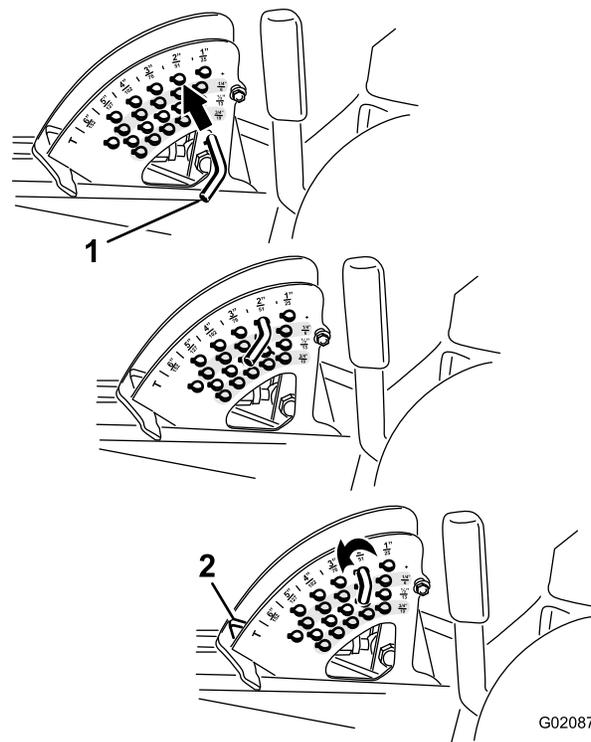

Figura 26
2. Rode o pino de bloqueio até que o pino do mesmo fique alinhado com as ranhuras nos orifícios no suporte da altura de corte e remova-o (Figura 26).
3. Selecione um orifício, no suporte da altura de corte, que corresponda a altura de corte desejada, insira o pino e rode-o para o bloquear no lugar (Figura 26).
Nota: Existem quatro filas de posições de orifícios (Figura 26). A fila de cima dá-lhe a altura de corte indicada por cima do pino. A segunda fila dá-lhe a altura de corte indicada mais 6 mm. A terceira fila dá-lhe a altura de corte indicada mais 13 mm. A fila de baixo dá-lhe a altura de corte indicada mais 19 mm. Para a posição de 15,8 cm só existe um orifício, colocado na segunda fila. Isto não acrescenta 6 mm à posição de 15,8 cm.